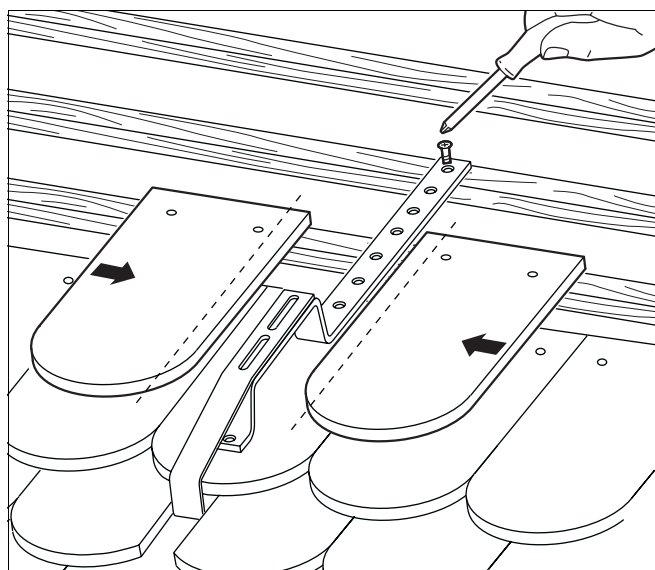

Fig. 29 Cortar las tejas planas y montarlas
- ▶ Corte de nuevo las tejas planas adyacentes (fig. 29) y fíjelas a la construcción.